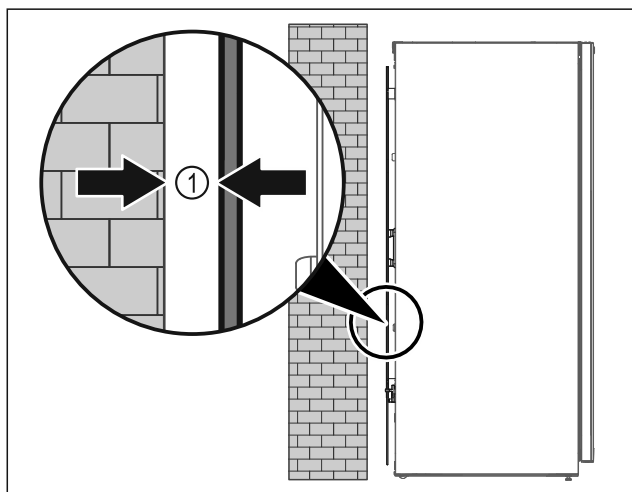

Fig. 4
- Coloque el electrodoméstico en el espacio en la habitación o directamente en la pared con una distancia mínima de 5 mm Fig. 4 (1).